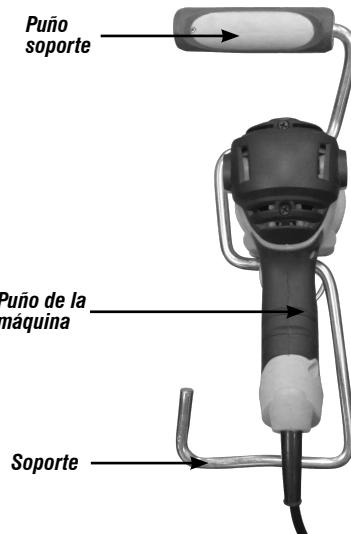

Fig. 4 – Montaje de la empuñadura en el soporte
- *Encage el soporte del mezclador con la empuñadura soporte del lado opuesto de la empuñadura del taladro, según muestra la Fig. 4.*